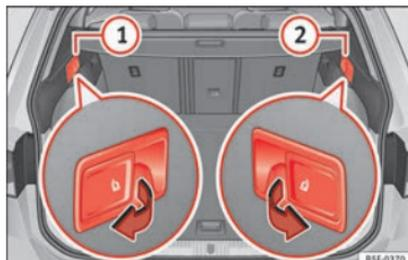

Fig. 153 Dans le coffre à bagages : leviers de déverrouillage à distance des parties gauche (1) et droite (2) de la banquette arrière.
- Tirez le levier de déverrouillage à distance de la partie gauche » fig. 153 (1) ou droite (2) du dossier dans le sens de la flèche. La partie débloquée du dossier arrière se rabat automatiquement vers l'avant.